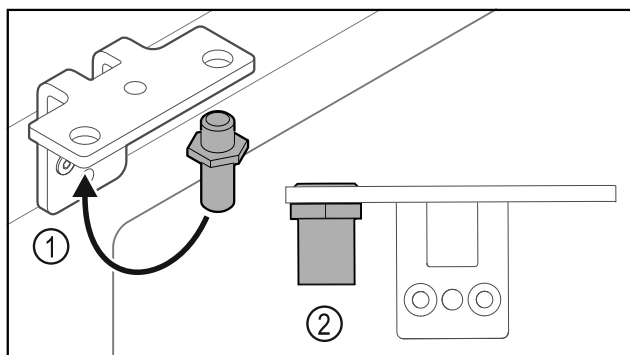

Fig. 34
- Mettre l'axe Fig. 34 (1) dans l'autre trou de l'équerre de charnière.
- Serrer l'axe Fig. 34 (2) au **couple de 12 Nm (9 ft-lb)**.